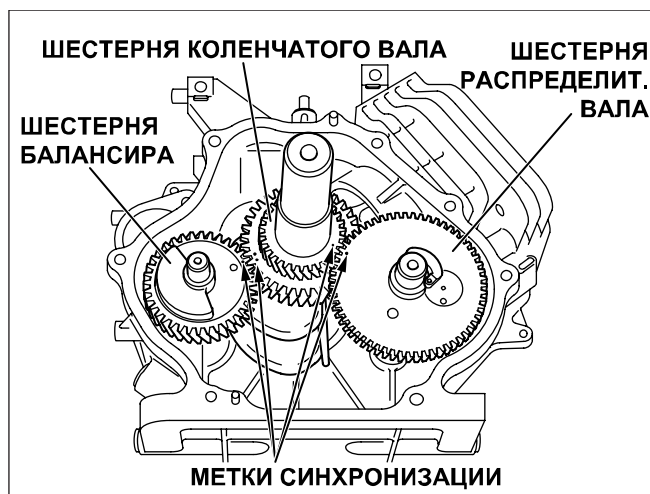

Рис. 5-32
- (1) Смазать толкатели и установить их. Вставить их полностью во избежание повреждения при установке распределительного вала.
- (2) Смазать опорные поверхности распределительного вала. Совместить метку синхронизации на шестерне коленчатого вала с меткой на шестерне распределительного вала и установить распределительный вал в картер (см. рис. 5-32).